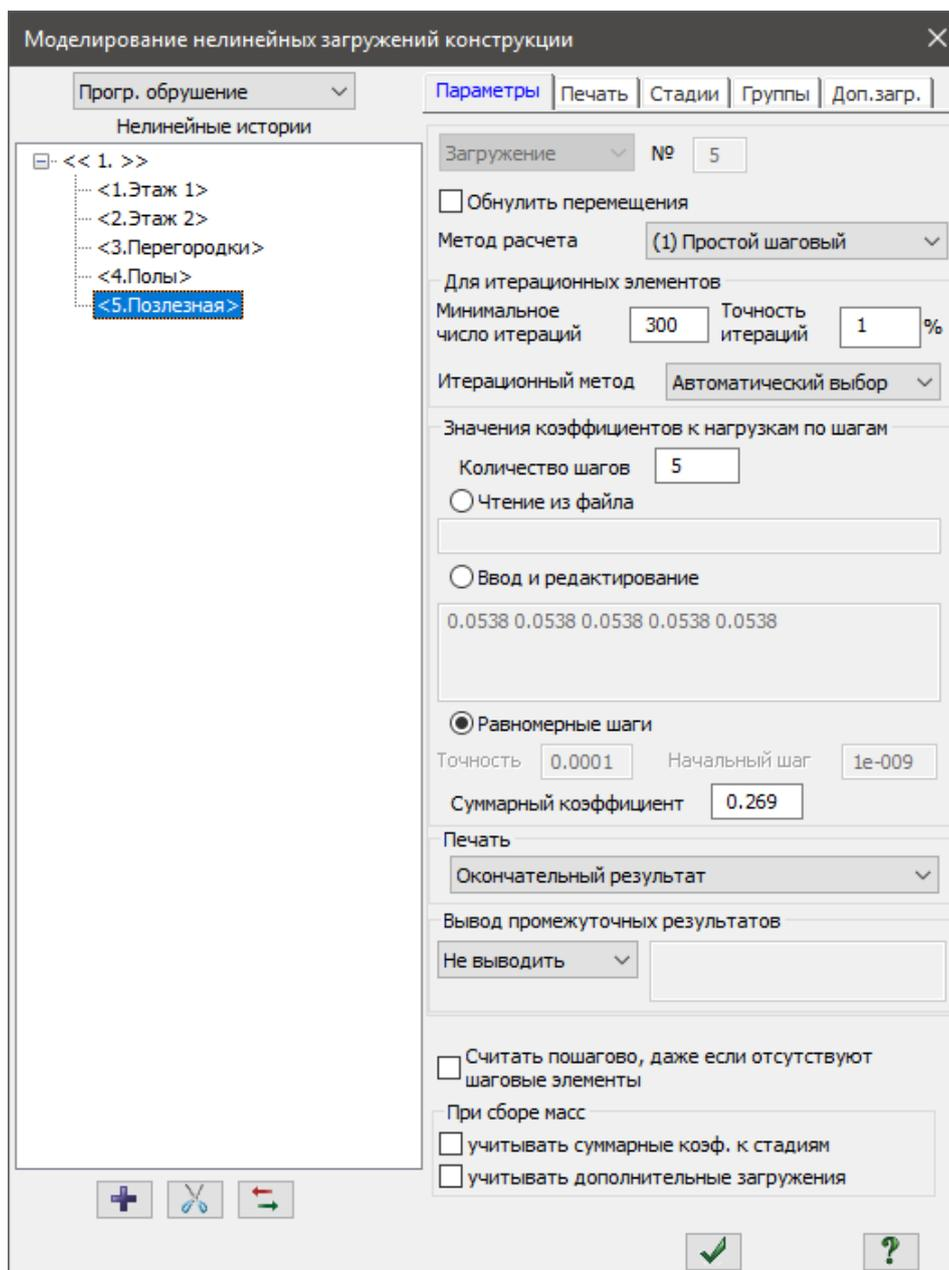

Рис.16.28. диалоговое окно Моделирование нелинейных нагружений
- Щелчком по кнопке  – Монтаж (панель Нелинейность на вкладке Расчет) вызовите диалоговое окно Моделирование нелинейных загрузений конструкции (рис.16.28).